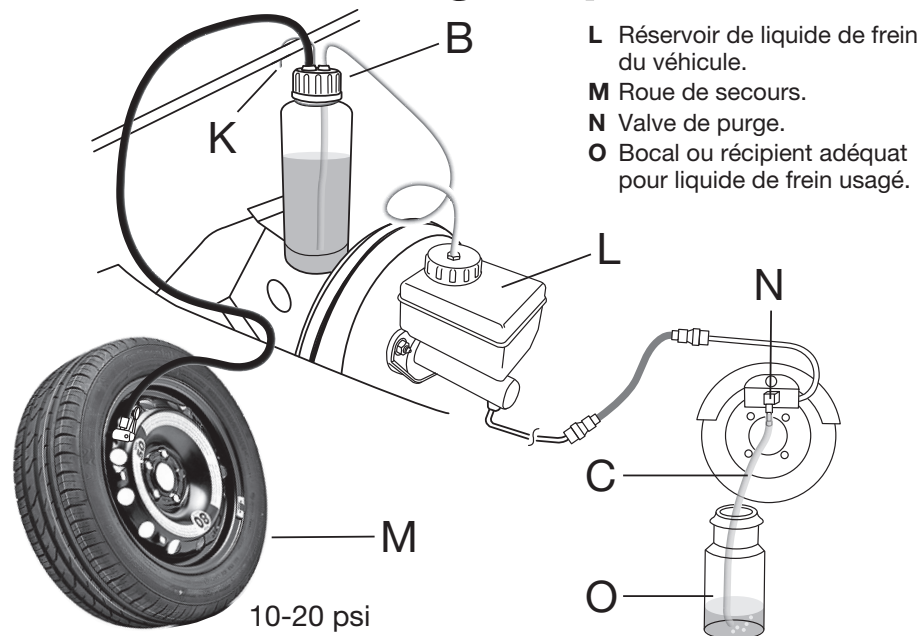

Figure 2
5. Replacer le récipient sous pression dans le système de façon à ce qu'il reste vertical et ne puisse pas être perturbé pendant la purge (**figure 2**).